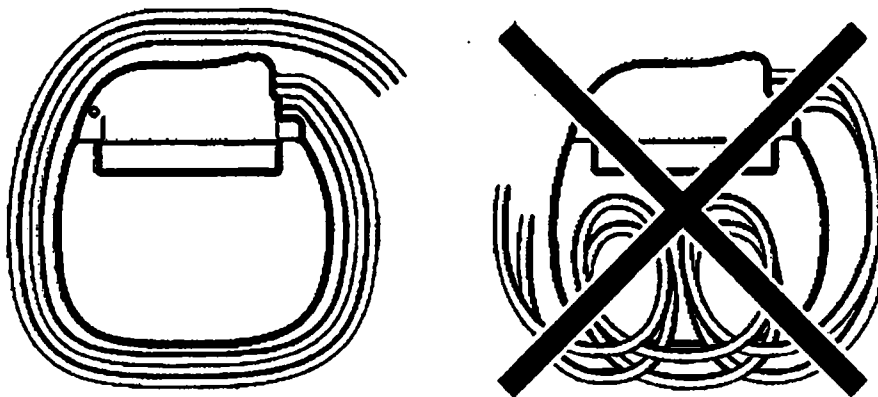

Figura 3. Enrolle la parte sobrante de las extensiones alrededor del perímetro del neuroestimulador.
- No enrolle la parte sobrante de la extensión delante del neuroestimulador. Enrolle la parte sobrante de la extensión alrededor del perímetro (Figura 3) del neuroestimulador para reducir al mínimo la profundidad del bolsillo subcutáneo, los posibles daños durante la cirugía de sustitución del neuroestimulador, la posibilidad de torsión de la extensión y la interferencia con la telemetría y con la operación de recarga. La parte sobrante de la extensión no debería dar más de dos vueltas alrededor del perímetro del neuroestimulador. Si la parte sobrante de la extensión da más de dos vueltas puede interferir en la telemetría.